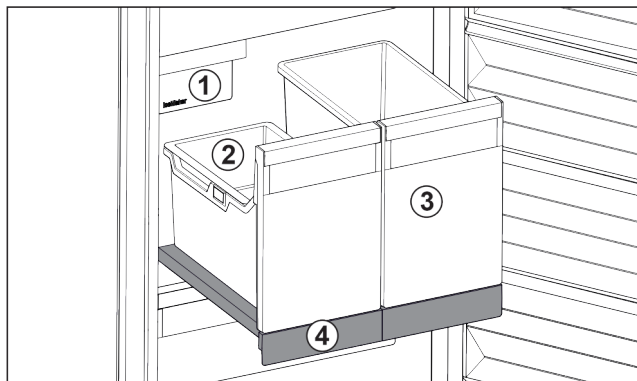

Fig. 32 Udtrækshylde med IceTower
Der findes to høje beholdere på udtrækshylden (IceTower). I beholderen Fig. 32 (2) samles og opbevares isterninger fra IceMaker. Beholderen Fig. 32 (3) er egnet til opbevaring af høje fødevarer som pizzaer eller alkoholiske drikkevarer.